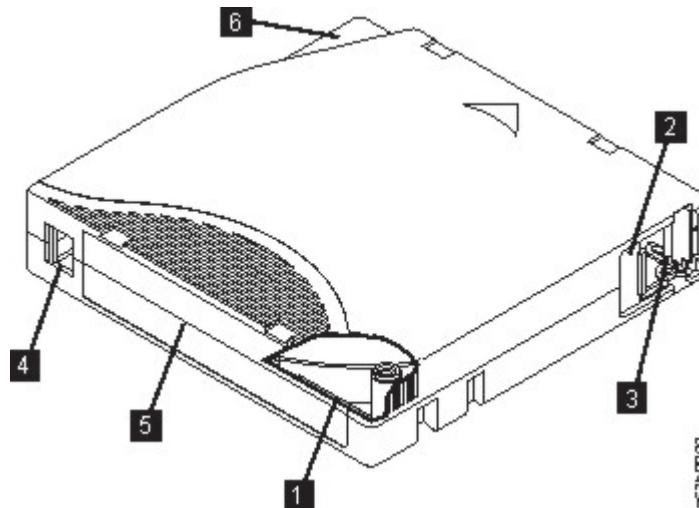

Abbildung 86. LTO-Datenkassette
In Abb. 86 werden die LTO-Datenkassette und ihre Komponenten gezeigt.
Die Kassettenklappe (**2** in Abb. 86 auf Seite 159) schützt das Band gegen Verschmutzung, wenn sich die Kassette außerhalb des Laufwerks befindet. Hinter der Klappe ist das Band an einem Bandmitnehmerstift (**3** in Abb. 86 auf Seite 159) angebracht. Wird die Kassette in das Laufwerk eingelegt, zieht ein Einfädungsmechanismus den Stift (und das Band) aus der Kassette über den Laufwerkopf und auf eine nicht entfernbare Aufrollspule. Der Laufwerkopf kann dann Daten von dem Band lesen oder auf das Band schreiben.
Der Schreibschutzschalter (**4** in Abb. 86 auf Seite 159) verhindert, dass Daten auf das Band geschrieben werden können. Weitere Informationen enthält „Schreibschutzschalter“ auf Seite 164.
Auf dem Etikettbereich (**5** in Abb. 86 auf Seite 159) kann ein Etikett angebracht werden. .
Die Einlegeführung (**6** in Abb. 86 auf Seite 159) ist ein großer Bereich mit einer Kerbe, der verhindert, dass die Kassette falsch eingelegt wird.
LTO-Bandkassetten haben einen vertieften Bereich an der Vorderseite der Kassette neben dem Schreibschutzschalter. Bringen Sie das Barcodeetikett mit selbstklebender Rückseite auf diesem Bereich an. Bringen Sie das Etikett nur auf dem vertieften Etikettbereich an (siehe **5** in Abb. 86 auf Seite 159). Ein Etikett, das über den dafür vorgesehenen Bereich hinausragt, kann zu Ladeproblemen im Laufwerk führen.
- Bringen Sie das Etikett auf dem vertieften Etikettbereich an (**5** in Abb. 86 auf Seite 159).